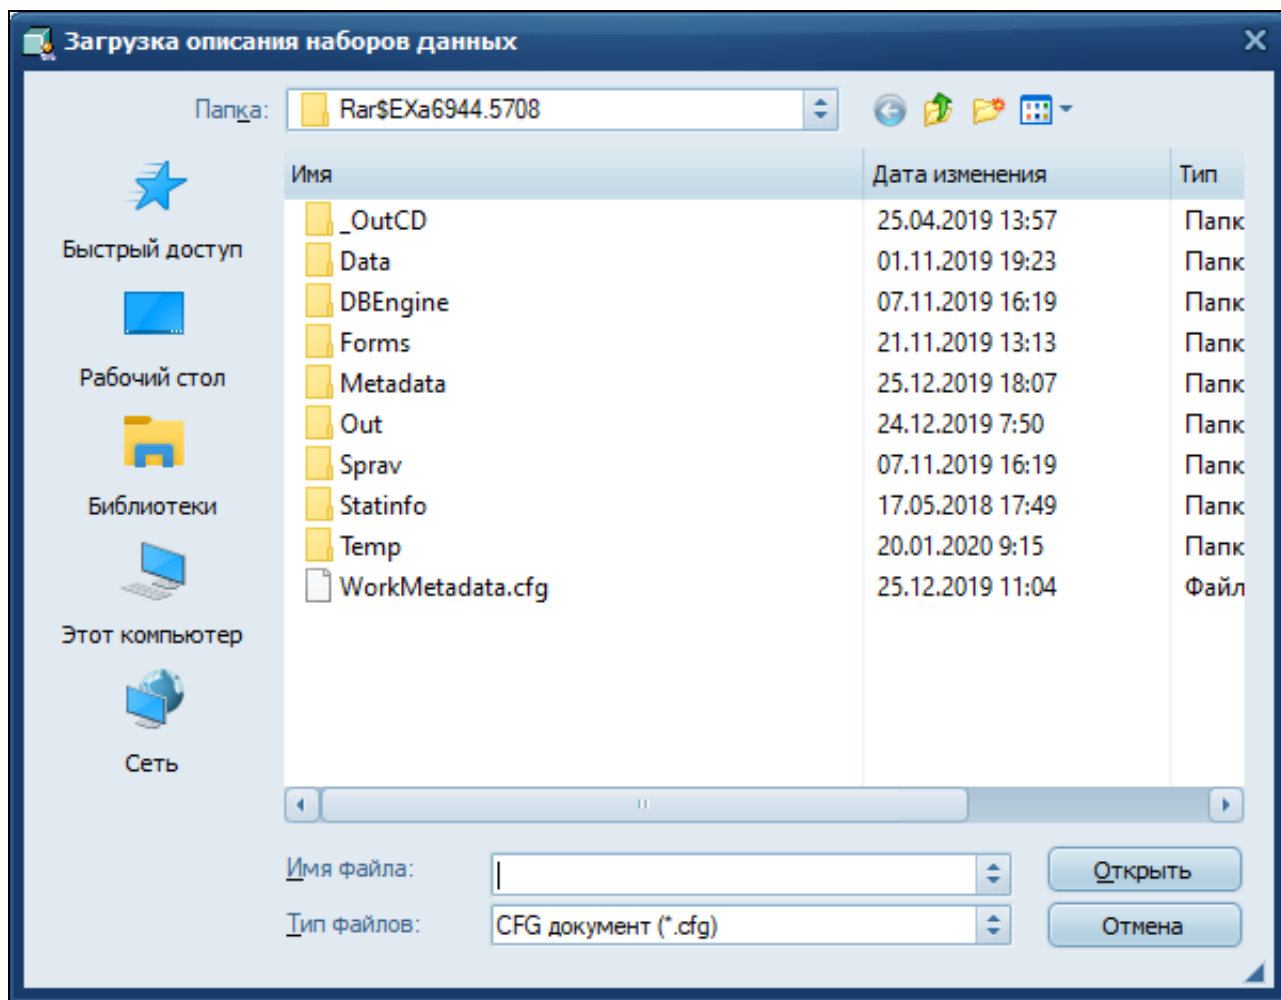

Рисунок 5 – Окно «Загрузка описания наборов данных»
2) В открывшемся окне «Загрузка описания наборов данных» (Рисунок 5) выбрать расположение конфигурационного файла (*.cfg), приложенного к Заявке;